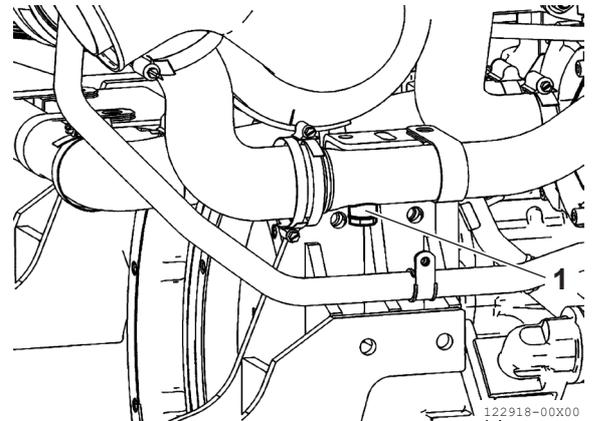

Abbildung 12
5. Entfernen Sie den Stutzen (**Abbildung 12, [1]**) und ziehen Sie ihn während der Montage auf das angegebene Drehmoment fest.